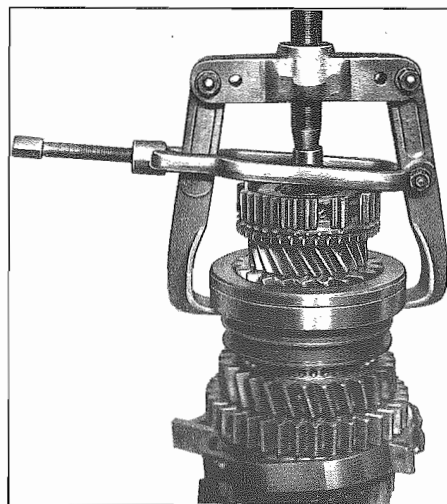

Fig. 18 - Ingranaggio della 3a marcia
- Serrare l'albero primario tra ganasce dolci nella morsa a vite (lato uscita in basso). Togliere l'anello elastico di arresto (403). Estrarre il manicotto sincronizzatore (408) dal mozzo sincronizzatore (407). Attenzione a non perdere nessuna delle 3 molle di compressione (406), dei perni sferici (405) e dei pressori (404).
- Applicare l'estrattore n. 8 all'ingranaggio della 3a marcia (413) (Fig. 18). Con un normale estrattore si possono ora togliere gli ingranaggi della 3a, 4a e 5a marcia ed il mozzo sincronizzatore. Togliere la gabbia a rullini (414).
- Clamp main shaft between soft jaws into vise (output end down). Remove circlip (403). Pull sliding sleeve (408) from synchronizer (407). Make sure that none of the three compression springs (406), the ball pin (405) and thrust pieces (404) are lost.
- Position puller 8. against 3rd gear wheel (413) (Fig. 18). Now, a conventional puller can be used to pull off the 3rd, 4th or 5th gear wheel, as well as the synchronizer. Remove needle cage (414).